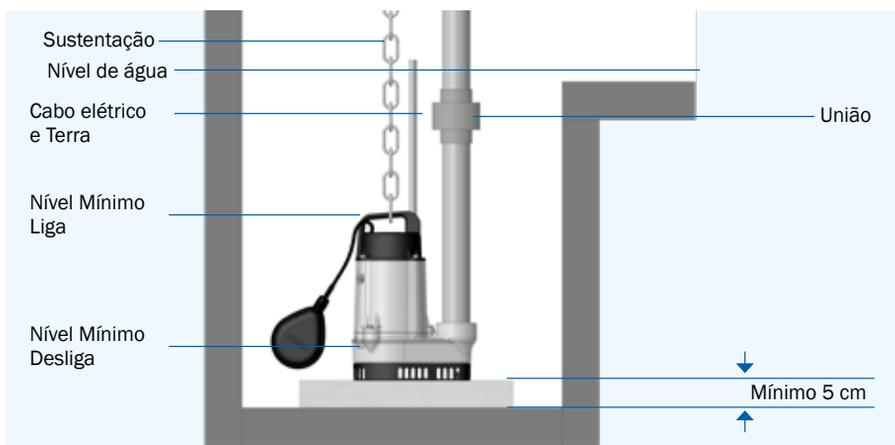

Figura 9 - Esquema de instalação da motobomba Série Brava com boia elétrica integrada.
- Para a série Brava e BCS-255 monofásica com boia elétrica integrada ao produto, observe os níveis mínimos de submersão conforme figura 9.